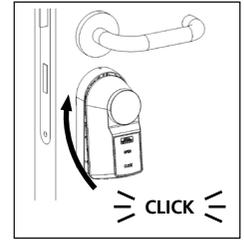

Abb. 7
- ⑤ Setzen Sie die Motoreinheit durch eine leichte vertikale Kippneigung in die Rückenschale ein und schieben unten durch leichtes Drücken in Richtung Tür nach. Mit einem hörbaren „Klick“-Geräusch rastet die Motoreinheit ein (Abb. 7)